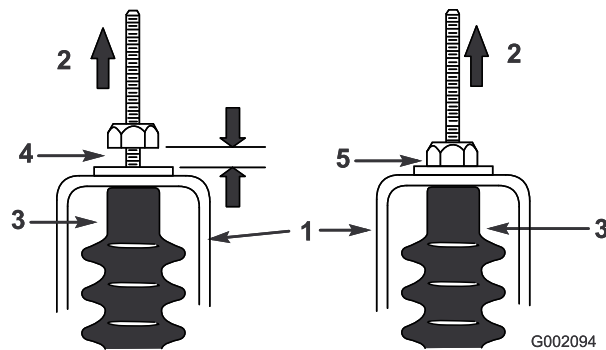

Figure 36
5. Tirez sur chaque câble de sélection et vérifiez qu'un espace de 0,076 à 0,15 cm existe entre l'écrou/la rondelle et la patte de réglage du point mort (Figure 36). Si ce n'est pas le cas, serrez plus ou moins les écrous jusqu'à obtention d'un espace de 0,076 à 0,15 cm.